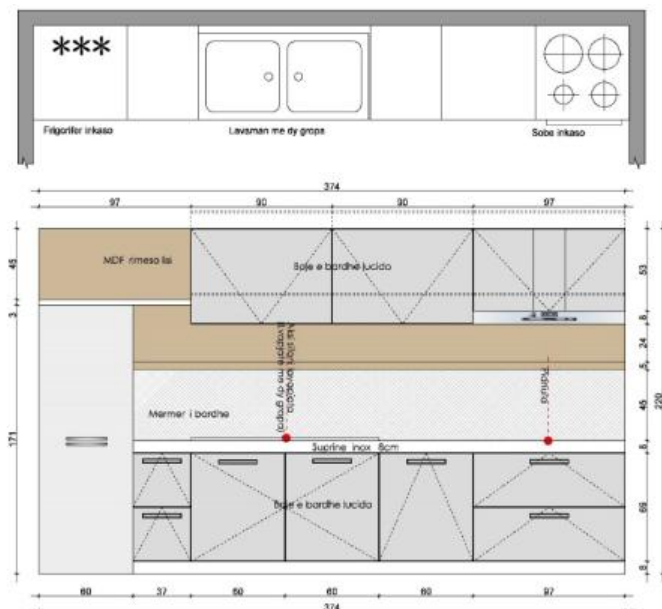

Fig.02
- Dimensionet e sakta te rafteve, duhet te merren ne skeden teknike (Fig.02).